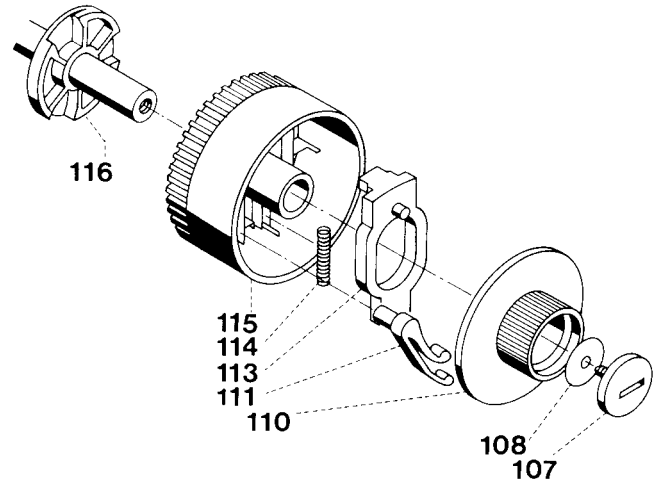

Fig. 34
- Die Schraube 107, Abb. 34 herausdrehen und die Unterlagscheibe 108 herausnehmen.
- Die Schraube 107, Abb. 34 mit Unterlagscheibe 108 anbringen.
- Take out screw 107 (Fig. 34) and remove washer 108.
- Enlever la vis 107, fig. 34, et dégager la rondelle 108.
- Monter la vis 107, fig. 34, avec la rondelle 108.